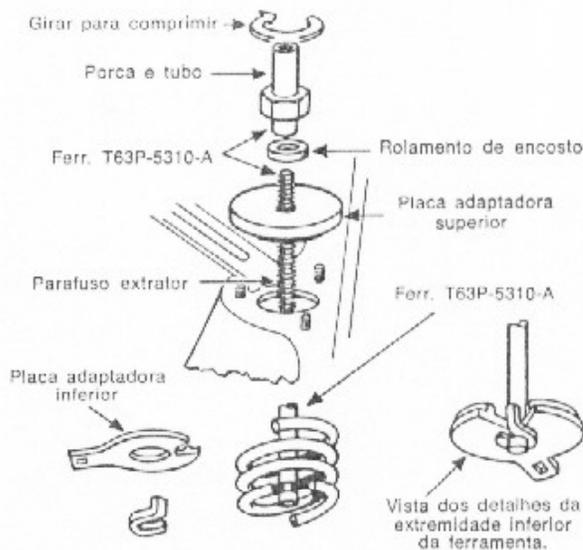

fig. 3 — instalação da ferramenta compressora
5. Instalar o compressor de molas (ferramenta T63P-5310-A) e comprimir a mola (figs. 3, 4 e 5).
5. Instalar a ferramenta compressora da mola conforme ilustrado nas figs. 3, 4 e 5 e comprimir a mola.
2. Colocar a mola em sua torre. Instalar a ferramenta compressora (fig. 3) e comprimir a mola.